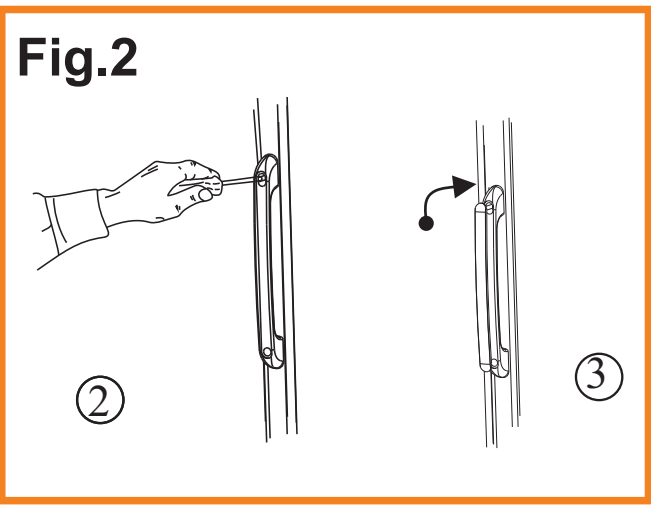

Fig.2
1. La maniglia è in una busta all'interno dell'apparecchiatura. **2.** Montare la base della maniglia con le due viti che si trovano già nei fori sul montante della porta; serrare a fondo. **3.** Applicare l'inserito in plastica, premendo fino allo scatto (vedi fig.2).